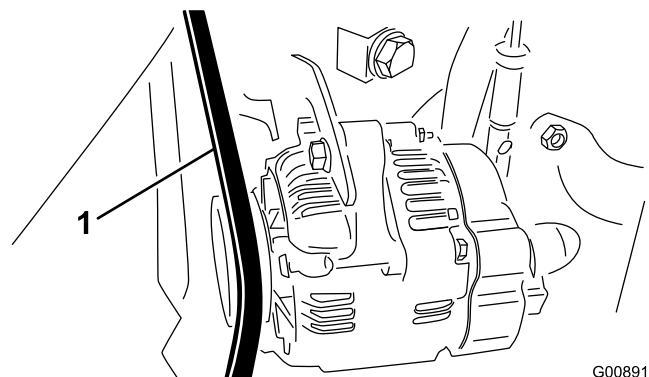

Figure 66
2. Contrôlez la tension de la courroie d'alternateur/ventilateur en exerçant une force de 10 kg (30 Nm) à mi-chemin entre les poulies d'alternateur et de vilebrequin (Figure 66).